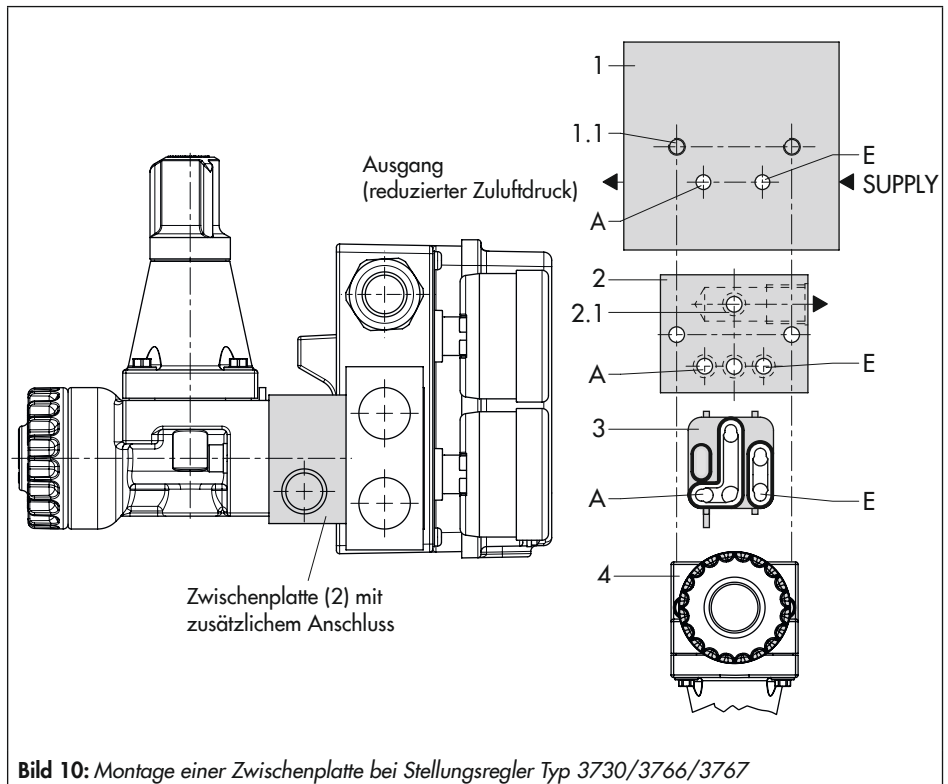
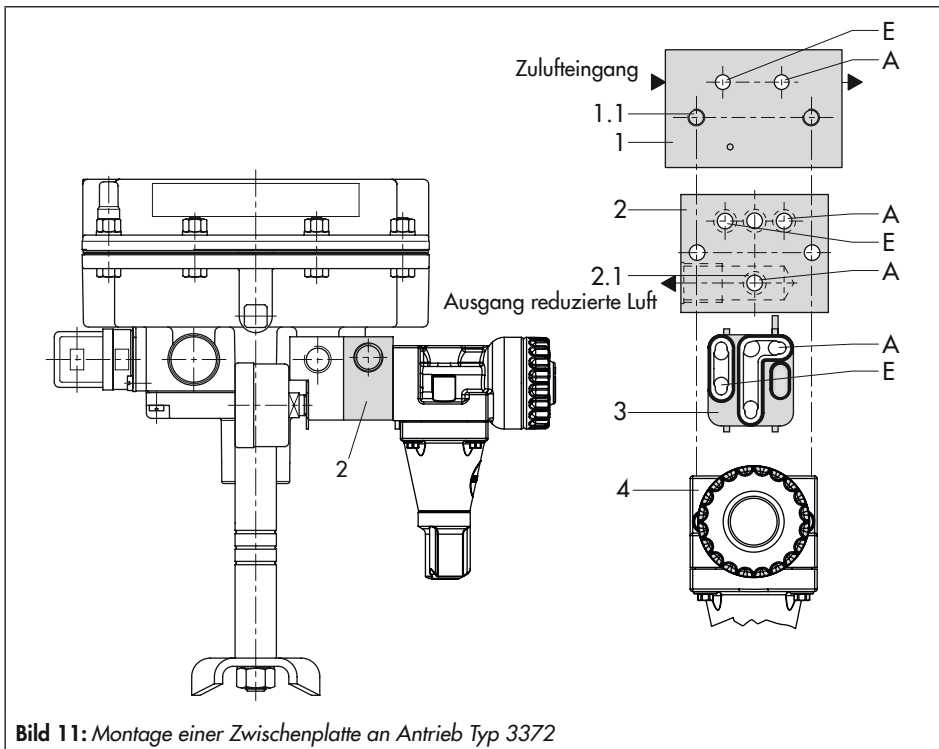

Bild 10: Montage einer Zwischenplatte bei Stellungsregler Typ 3730/3766/3767
Bild 11: Montage einer Zwischenplatte an Antrieb Typ 3372
1. Befestigungsschrauben herausdrehen und Druckregler (4) zusammen mit der Verteilerflachdichtung (3) von der Adapterplatte (1) abheben, dabei die Lage der Flachdichtung im Druckregler nicht verändern.
→ Der lange Gummizapfen der Verteilerflachdichtung (3) muss immer in Richtung Reglerausgang (reduzierter Zuluftdruck) zeigen (vgl. Bild 10 und Bild 11).
2. Runddichtringe (2.1) in die Bohrungen der Zwischenplatte (2) einlegen.
4. Druckregler (4) mit Verteilerflachdichtung (3) auf die Zwischenplatte (2) aufsetzen, die längeren Befestigungsschrauben durchstecken und Teile fest verschrauben.